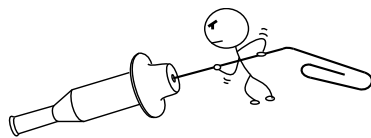

FIG.1
- (1)バルブアセンブリの交換
- (2)バルブピースの清掃 (FIG.1)